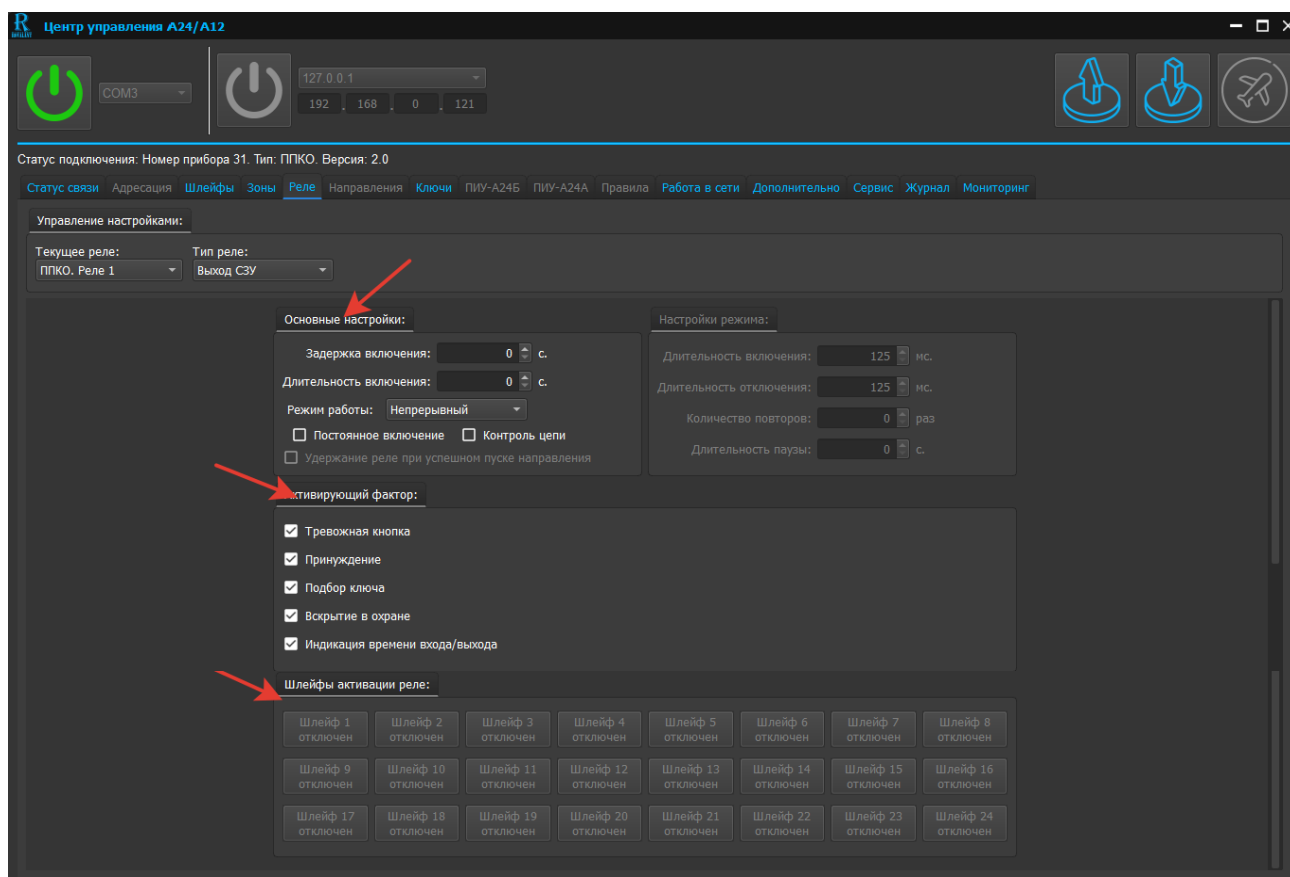

Рис. 44. Скриншот окна редактирования параметров реле типа «Выход СЗУ»
6.3.3 Редактирование параметров реле типа «Выход СЗУ» (см. рисунок 44)